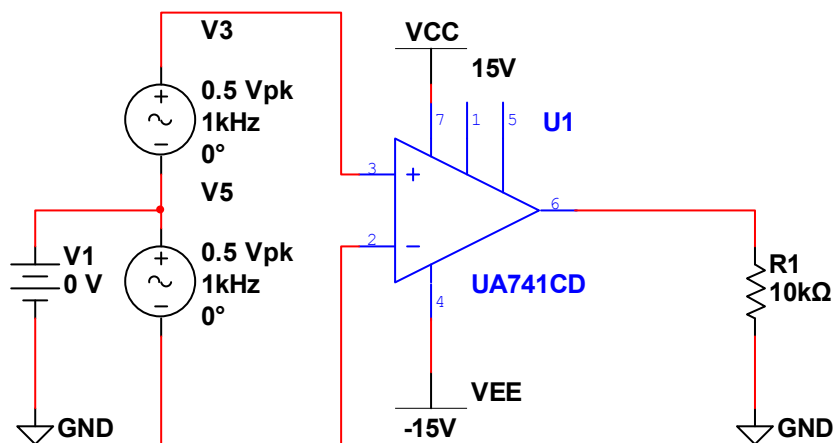

Рис. 5.1.1
1. Собрать схему для исследования частотных характеристик ОУ (рис. 5.1.1). Установить модель ОУ, соответствующую номеру варианта (табл. 5.1.1). (Group: Analog, Family: OPAMP)